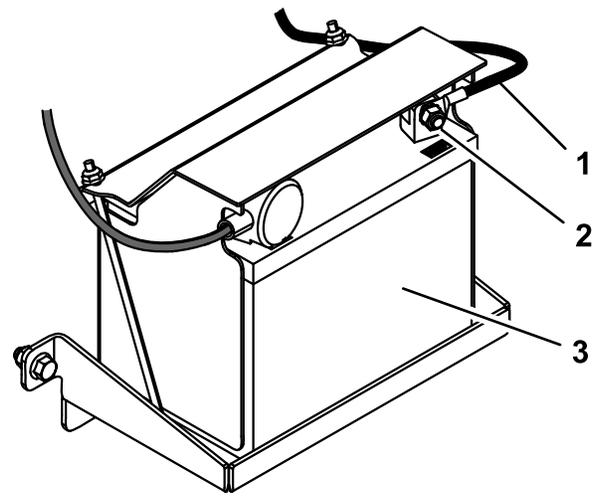

Bild 5
2. Schließen Sie das Minuskabel der Batterie mit der Schraube und Mutter, die am Kabel angebracht sind, am Minuspol der Batterie an (Bild 5).